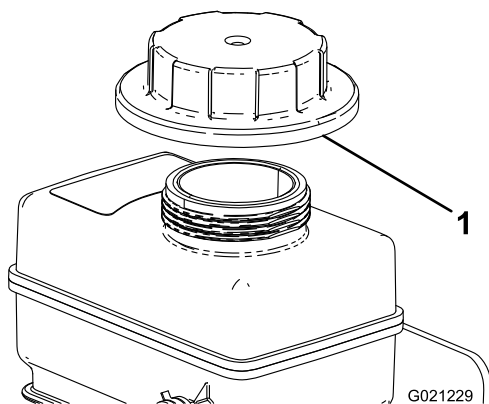

Рисунок 76
8. Медленно заливайте жидкость в расширительный бачок так, чтобы ее уровень достиг нижнего уровня заливной горловины (Рисунок 76).
9. Установите крышку на расширительный бачок охлаждающей жидкости (Рисунок 76).